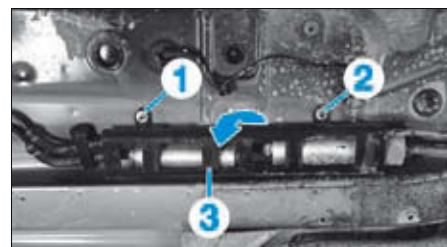

FIG. 32
- Déposer les écrous (1) et (2) du support (3) de la pompe et du filtre à carburant (Fig.32).
- Pivoter le support (3) puis le déposer.